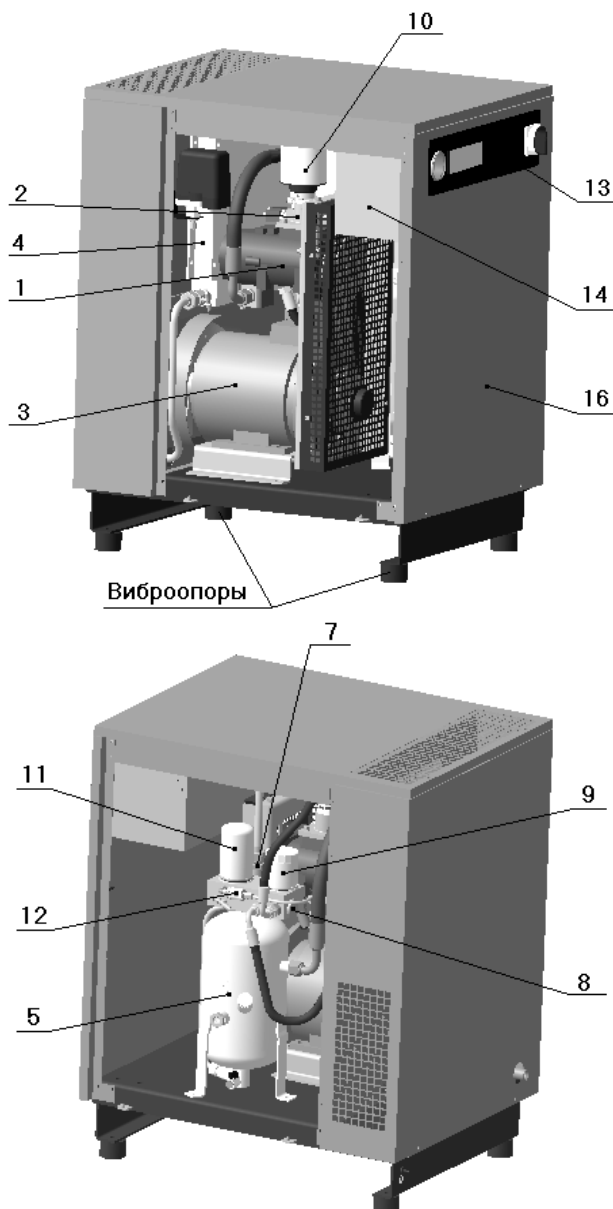
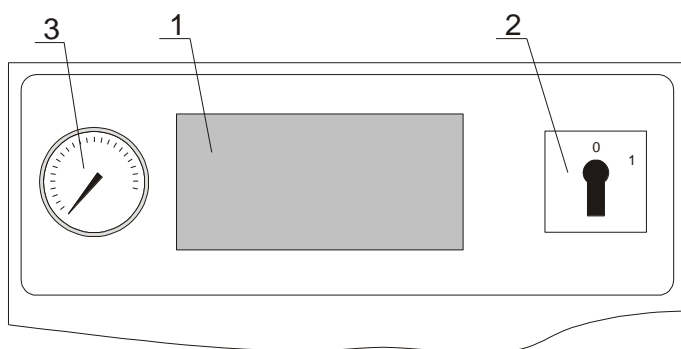
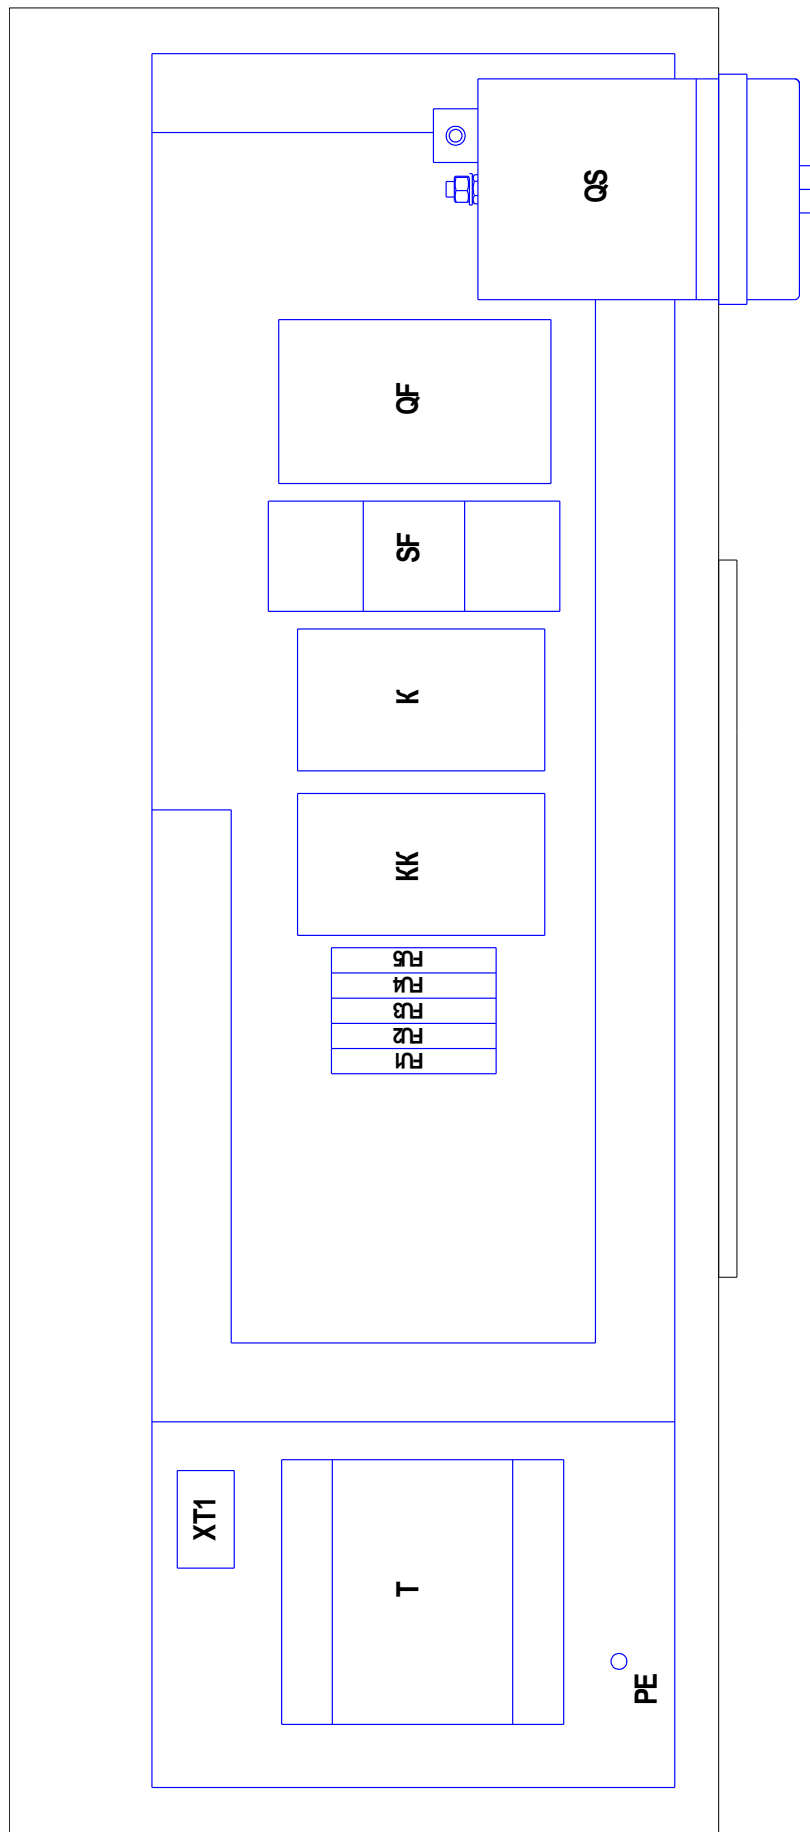

Рисунок 1 – Общий вид компрессорной установки ВК5Е-..., ВК7Е-..., ВК10Е-...
Рисунок 5
Рисунок 6 – Блок-схема платы монтажной BK5E, BK7E, BK10E
1 – Винтовой блок предназначен для выработки сжатого воздуха. Винтовые блоки, применяемые в компрессорных установках, приведены в таблице 4 (см. рисунок 1 или 2, или 3). В корпусе винтового блока расположены: винтовая группа, пропускные каналы для воздуха и масла, присоединительные фланцы.
2 – Клапан всасывающий (см. рисунок 1 или 2, или 3) воздушный выполняет функцию подачи воздуха в камеру сжатия и предотвращения выброса наружу сжатого воздуха и масла в момент останова установки при любом давлении подачи сжатого воздуха. Переключение клапана всасывающего в режим "ЗАГРУЗКА" или "ХОЛОСТОЙ ХОД" осуществляется при помощи клапана электромагнитного, который управляется программируемым контроллером от сигнала датчика давления.
3 – Электродвигатель (см. рисунок 1 или 2, или 3) предназначен для привода винтового блока.
4 – Воздушно-масляный радиатор (см. рисунок 1 или 2, или 3) двухсекционный, комбинированный, выполняет функции охлаждения масла и предварительного охлаждения воздуха на выходе из установки. Радиатор охлаждается проходящим через него потоком воздуха, который нагнетается вентилятором, установленным на втором конце вала электродвигателя привода установки.
5 – Маслосборник (см. рисунок 1 или 2, или 3) выполняет следующие функции:
7 – Клапан минимального давления (см. рисунок 1 или 2, или 3), установленный на линии нагнетания, предназначен для поддержания минимального давления в пределах 0,2...0,4 МПа внутри установки до тех пор, пока давление в распределительной сети не уравнивается с давлением внутри
8 – Термостат (см. рисунок 1 или 2, или 3) состоит из запорного плунжера и термочувствительного глицеринового элемента, изменяющего направление потока масла в зависимости от температуры и смонтирован в корпусе, на котором также установлен фильтр масляный.
9 – Фильтр масляный (см. рисунок 1 или 2, или 3) неразборный изготовлен в металлическом корпусе. Он расположен в контуре смазки и предотвращает попадание твердых частиц на рабочие поверхности винтов и подшипников. Его замена необходима после выработки часов, указанных в разделе "ТО", а частота замены напрямую зависит от технического обслуживания воздушного фильтра и от качества масла.
10 – Фильтр воздушный (см. рисунок 1 или 2, или 3) впускной открытого типа. Функция воздушного фильтра - предотвращение попадания загрязняющих частиц в зону винтовой группы и систему смазки. Некачественное обслуживание воздушного фильтра приводит к уменьшению срока службы блока винтового.
11 – Фильтр-маслоотделитель (сепаратор) (см. рисунок 1 или 2, или 3) завершает операцию отделения масла от сжатого воздуха и обеспечивает остаточное содержание масла в сжатом воздухе не более 3 мг/м³. Пропускная способность фильтра-маслоотделителя зависит от качества масла и его рабочей температуры.
12 – Визуализатор возврата масла (см. рисунок 1 или 2, или 3) предназначен для визуальной оценки количества масла на возврате из фильтра-маслоотделителя. Масло, отделенное фильтром-маслоотделителем, возвращается в систему смазки установки. Функцией визуализатора является управление расходом возвратных потоков воздуха и масла. Визуализатор позволяет проверить эффективность работы фильтра-маслоотделителя и системы сепарации.
13 – Панель управления (см. рисунок 1 или 2, или 3). На лицевую сторону панели управления вынесены следующие органы управления (рисунок 5):
14 – Шкаф с электроаппаратурой (см. рисунок 1 или 2, или 3) представляет собой короб закрытого типа с установленной платой, на которой смонтирована пускорегулирующая аппаратура и устройства защиты (блок-схема см. рисунок 6), доступ к которым осуществляется путем демонтажа верхней панели корпуса и крышки шкафа.
16 – Корпус шумозащищенного исполнения (см. рисунок 1 или 2, или 3) служит для снижения уровня шума в рабочей зоне установки.
- 4) Плавкие предохранители - (см. рисунок 6) защита цепей управления и сигнализации;